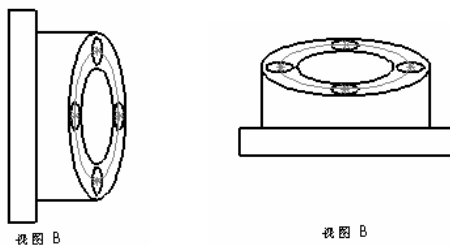

图 14-36 旋转工程视图
- ❷ 单击并拖动视图，视图转动的角度在对话框中出现。转动视图以 45° 的增量捕捉。同时也可以在此工程视图角度方框中输入旋转角度。
- ❸ 单击“应用”以观看旋转效果。然后关闭对话框，如图 14-36 所示为旋转前后的工程视图对比。